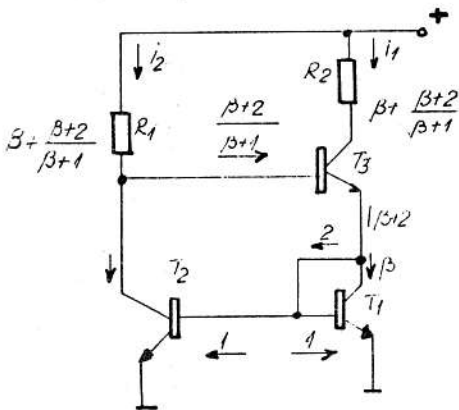

Fig. 1
ARF a cărui schemă de principiu se arată în fig. 1 se caracterizează printr-o amplificare ridicată și stabilă precum și un cosum redus.
Firma Motorola a realizat o gamă largă de circuite integrate specializate, low - power, destinate sintezei de frecvență. Câteva dintre acestea sunt prezentate în tabelul 1. Unele au și fost descrise succint în revista noastră. Astăzi prezentăm circuitul MC 145156. Schema bloc a acestuia se arată în fig. 1. Circuitul constă dintr-un oscilator de referință, un divizor programabil (R) de 12 bit, un comparator digital de fază, un divizor programabil (N) de 10 bit conectat împreună cu un divizor programabil (A) de 7 bit, registre de deplasare, etaje latch și de separare.